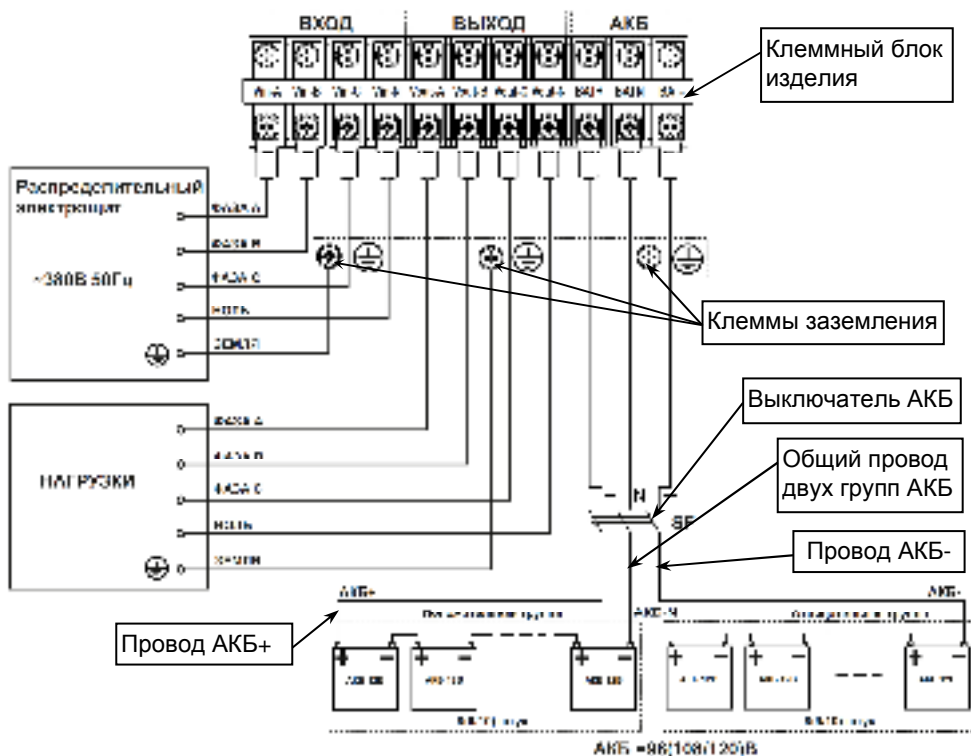

Рисунок 23 — Схема подключения изделия и монтажа аккумуляторной батареи.
Между АКБ и изделием должен быть подключен DC — совместимый термоманитный защитный автоматический выключатель SF, на номинальный ток 80А, (или комплект предохранителей), расположенный как можно ближе к АКБ, см. рисунок 23.
Автоматический выключатель SF следует перевести в выключенное положение и затем выполнить, **с соблюдением полярности**, последовательное соединение батарей 12В, в соответствии с двуполярной схемой (см. рисунок 23) при помощи перемычек АКБ (НЕ входят в комплект поставки).
- подключение кабелей к клеммному блоку выполняйте в соответствии со схемой (см рисунок 23) и маркировкой, нанесенной на клеммном блоке изделия;
- подключите провода заземления кабелей подключения питающей сети и нагрузки к клеммам заземления (см. рисунок 23);
- Включите защитный автоматический выключатель АКБ (SF) (см. рисунок 23), подождите около 30 секунд;